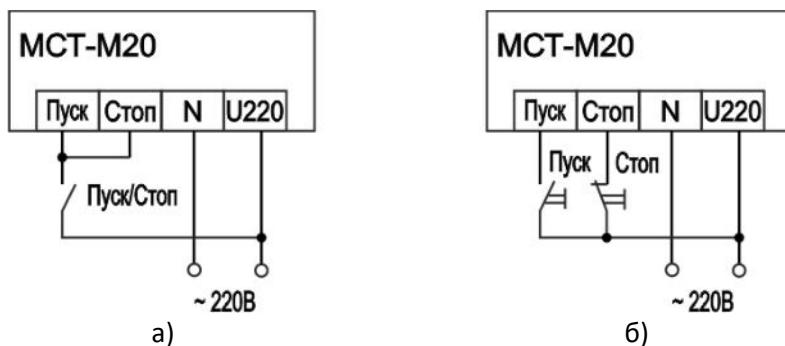

Рисунок 3 - Варианты управления дискретными входами
- 1.6.2 Пускатели могут управляться по 2-х проводной схеме постоянным сигналом «Пуск/Стоп» либо по 3-х проводной схеме с импульсными сигналами от кнопок «Пуск» и «Стоп». См. рис.3.